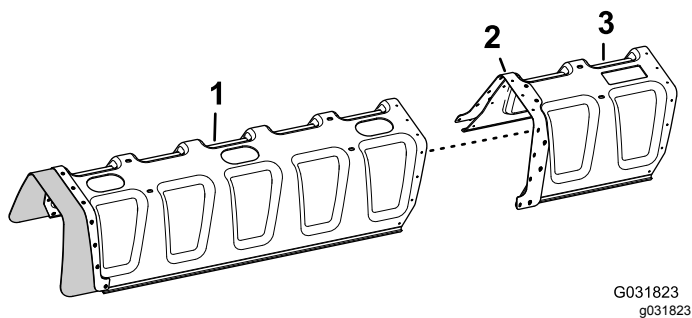

Рисунок 232
- Совместите отверстия в усиливающей пластине (двойной ряд) удлинителя кожуха с отверстиями в конце кожуха стрелы с 11 соплами (Рисунок 232).